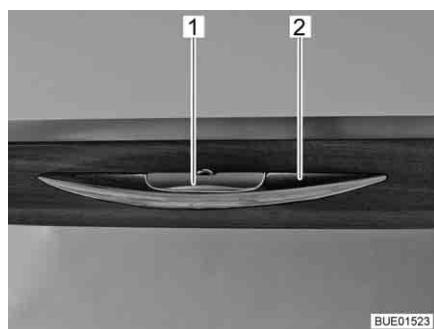
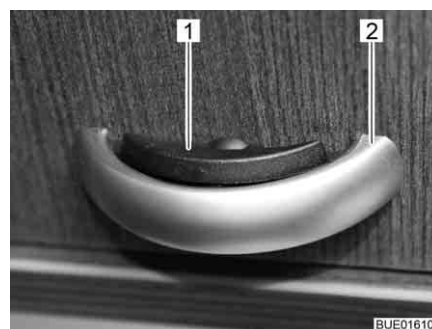

Bild 71 Handtag med låslist
Bild 72 Handtag med låslist (alternativ)
- Tryck på låslisten (Bild 71,1 resp. Bild 72,1) och håll den intryckt.
- Öppna skåpluckan genom att dra i handtaget (Bild 71,2 resp. Bild 72,2).